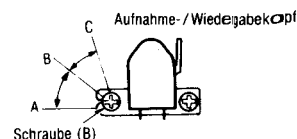
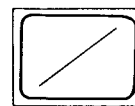

Fig. 3
Fig. 6
2. 8 kHz-Signal des Testbandes (QZZCFM) wiedergeben. Schraube (B) in Fig. 3 auf maximalen Ausgangspegel des linken und rechten Kanals abgleichen.
3. Durch Drehen der in Fig. 3 gezeigten Schraube (B) die Winkel A und C (Punkte, wo Spitzenausgangspegel für den linken und rechten Kanal erreicht werden) ermitteln. Anschließend den Winkel B zwischen dem Winkel A und C ermitteln, d.h. den Punkt, wo die Ausgangspegel des linken und rechten Kanals ausbalanciert (ausgeglichen) sind. (Siehe Fig. 3 und 4.)
- Schraube (B), wie in Fig. 3 gezeigt, so einstellen, daß Zeiger von zwei Röhrevoltmeter auf Maximum ausschlagen und am Oszillographen eine Wellenform wie in Fig. 6 erreicht wird.